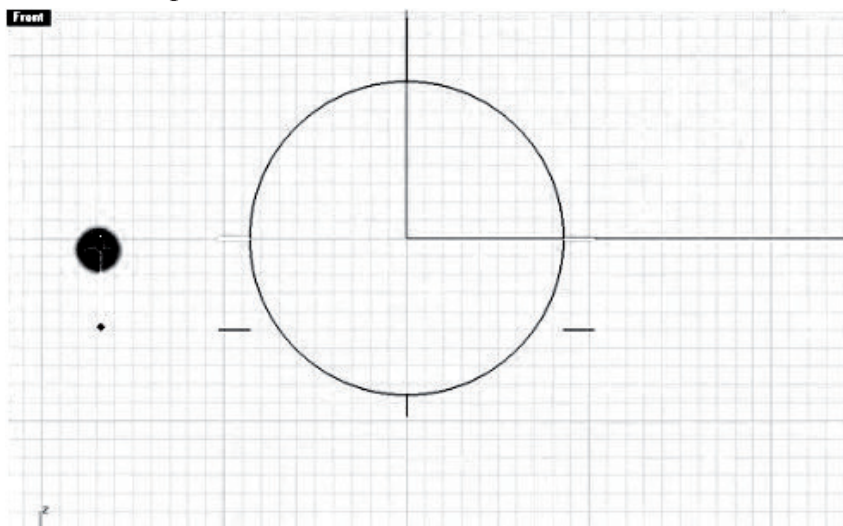

Рис. 67. Отрезки
2. Строим три отрезка длиной 1,7 см, а центральный — длиной 3,5 см. Два боковых отрезка необходимо скопировать и опустить ниже в соответствии с рис. 67.